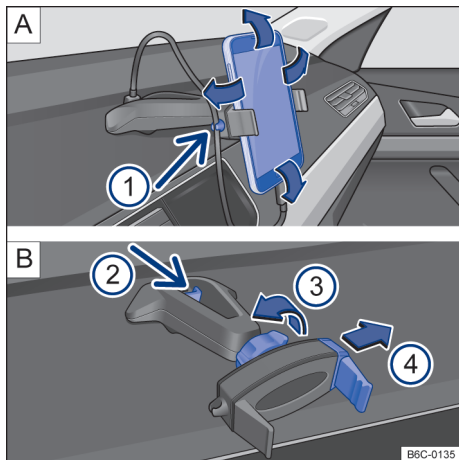

Fig. 169 No console central: suporte para telefone celular e ajustes.
- Segurar o suporte com uma mão e pressionar o botão de destravamento → Fig. 169 ② (seta).
- Com a haste → Fig. 169 ④ deslizar no sentido da seta, e instalar o telefone celular no alojamento.
- Com a outra mão deslocar a haste → Fig. 169 ④ até que seja possível remover o aparelho do alojamento.
- Colocar o cabo USB na entrada carregador USB do suporte existente no painel de instrumentos → Fig. 169 .
- Prender o cabo no suporte → Fig. 169 ①.
- Para liberar o movimento do suporte, girar a trava → Fig. 169 ③ no sentido contrário da seta.
- Para fixar a posição, girar a trava no sentido da seta ③ → Fig. 169 até a fixação total do suporte.
O suporte para telefone celular tem garantia de 3 anos, com exceção da haste deslizante (garra) → Fig. 169  ④ que tem garantia de 1 ano.